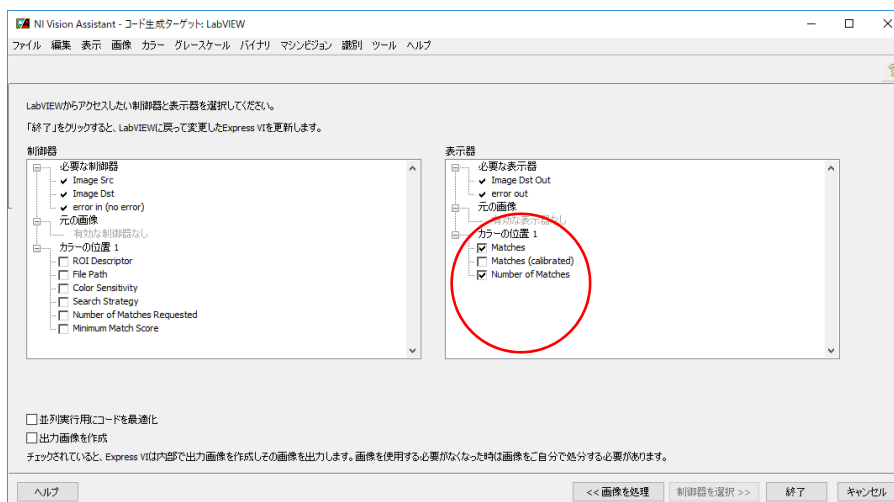

図 9 VissionAssistant2 の制御器の選択画面
(4) また、「制御器の選択」をクリックすると、図 9 に示すような画面が表示される。赤丸の「形状マッチング」の「Match」と「Number of Match」にチェックを入れ、終了ボタンをクリックする。